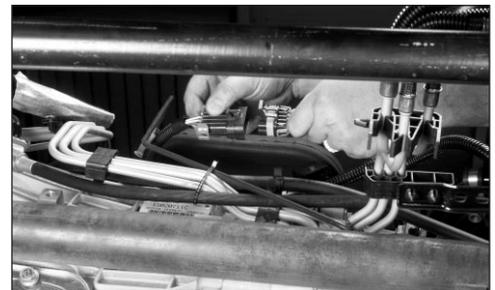

Fig. 15
18. Localice el conector de la interfaz de la toma de fuerza upfitter GM, situado del lado superior izquierdo de la transmisión. Conecte el arnés de cableado suministrado por Chelsea (379895) al conector de la interfaz (Fig.15).